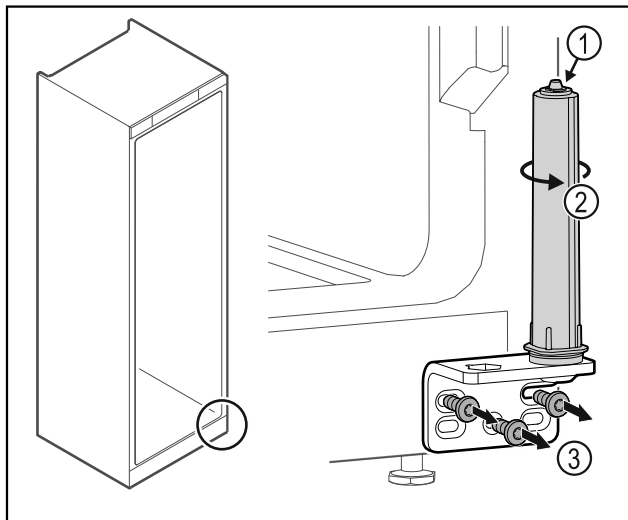

Fig. 25
- ▶ Не разглобявайте затварящата система на вратата Fig. 25 (1).
- ▶ Въртете затварящата система Fig. 25 (2), докато тя щракне.
- ▶ Развийте ъгъла на пантата Fig. 25 (3).